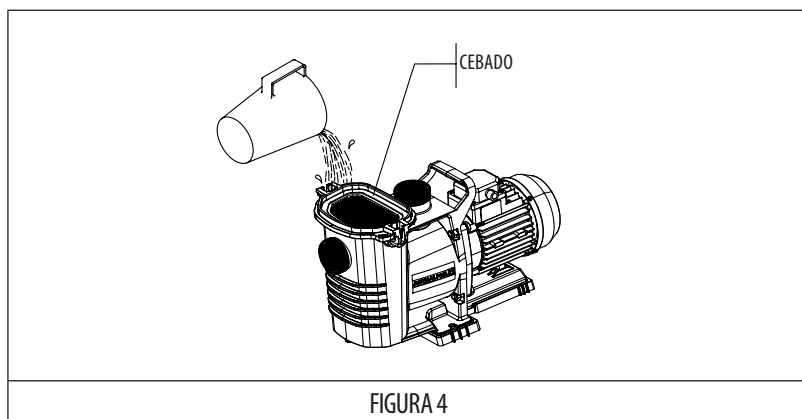

FIGURA 4
- La bomba es autoaspirante, es obligatorio llenar el prefiltro con agua antes de ponerlo en marcha por primera vez, para facilitar el procedimiento. (ver FIGURA 4).